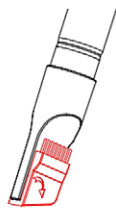

Fig. 10
1. Ca în **Fig.10**, puteți utiliza duza de serviciu pentru a curăța colțurile și deschiderea.